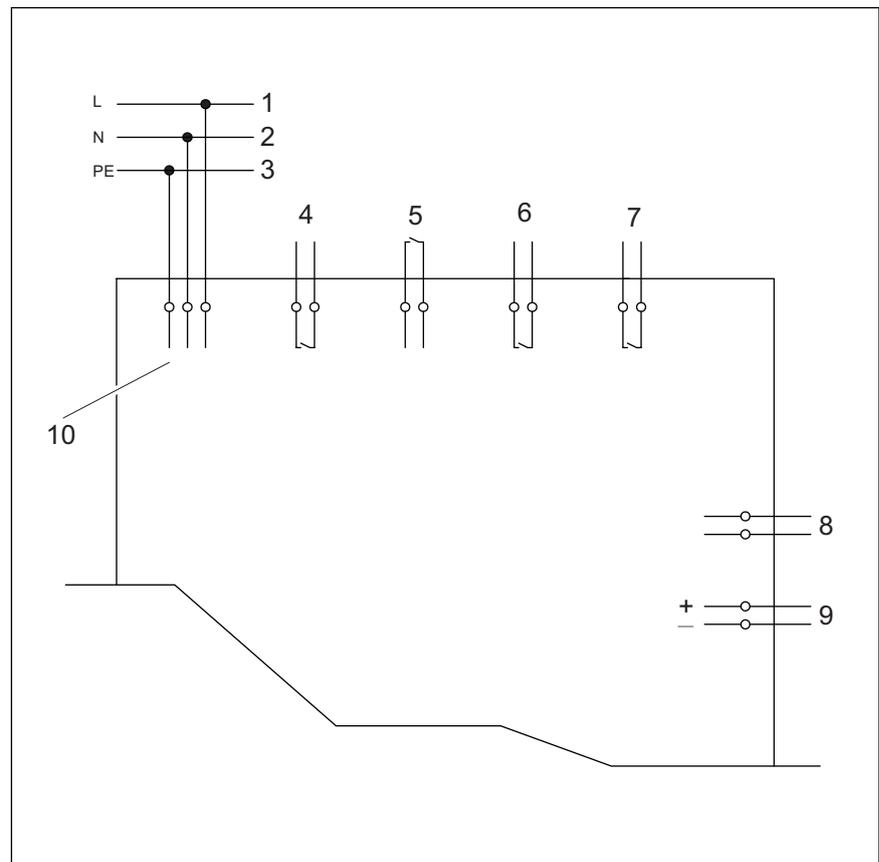

Abb. 6: Anschlussplan
- Anlegen einer analogen Spannung von 6–48 V AC/DC, siehe  Abb. 6.
Über potentialfreie Kontakte können folgende Funktionen eingestellt werden, siehe  *Abb. 6*: